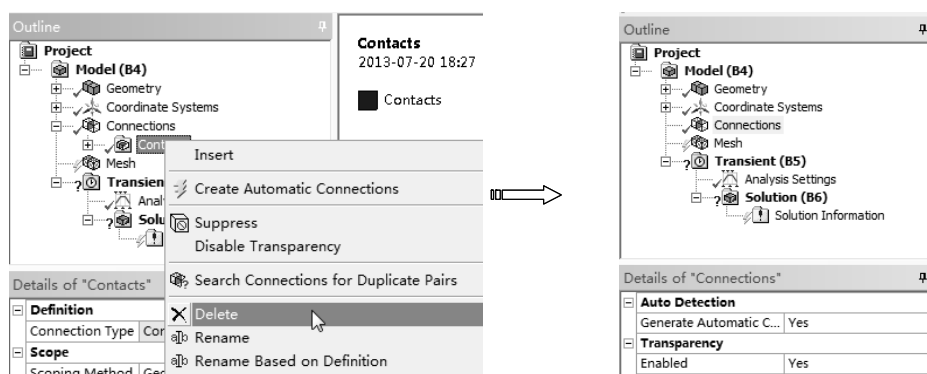

图 10-79 删除默认接触设置
2) 展开窗口左侧【Outline (分析树)】中的【Connections】|【Contacts】节点, 单击鼠标右键, 在弹出的快捷菜单中选择【Deleted】命令, 删除默认的联系设置, 如图 10-79 所示。